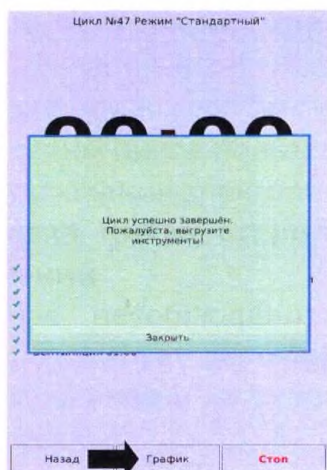
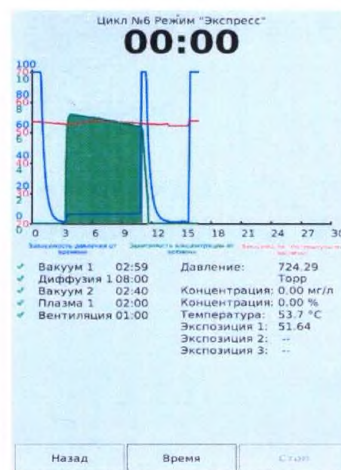

Рисунок 13
Рисунок 14
11.2.10 После завершения стерилизационного цикла прозвучит звуковой сигнал, на экране появится сообщение «Цикл успешно завершен. Пожалуйста выгрузите инструмент». (Рисунок 13).
11.2.12 Для просмотра графиков и параметров проведенного цикла, отображенных на экране, нажать на клавишу «График» (Рисунок 13), после чего экран перейдет к виду (Рисунок 14).